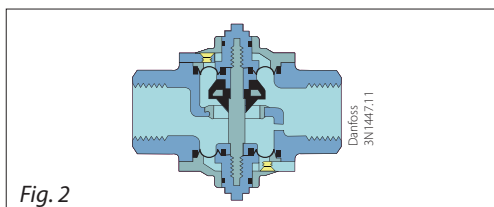

Fig. 2
2. **Fig. 2.** Corps de vanne avec orifice, clapet et éléments d'étanchéité.